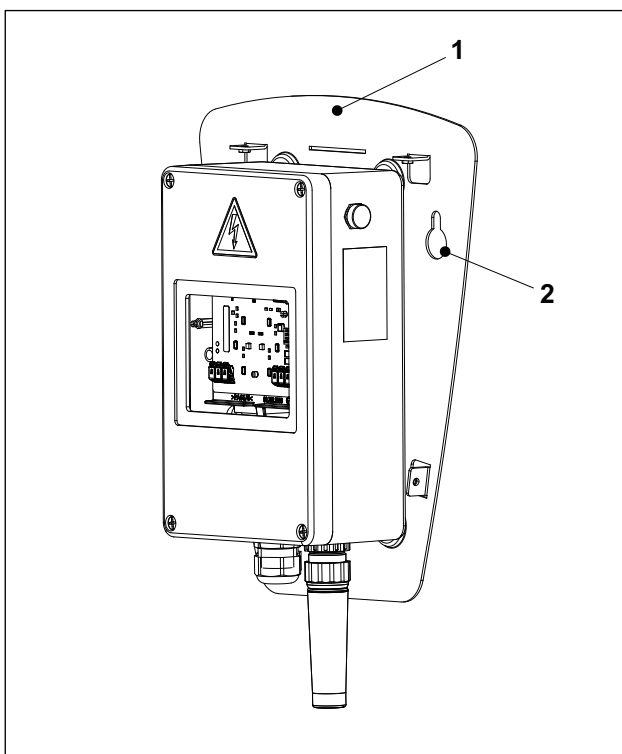

Abb. 2 Wallbox Sunbraincar, Anschraubplatte
4. Anschraubplatte (Abb. 2/1) der Wallbox in die zwei Befestigungsschrauben einhängen (Langlöcher Abb. 2/2).